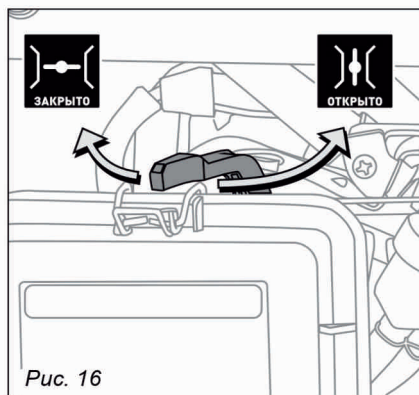

Рис. 16
- Поверните рычаг воздушной за- слонки в положение «ЗАКРЫТО» (рис. 16).